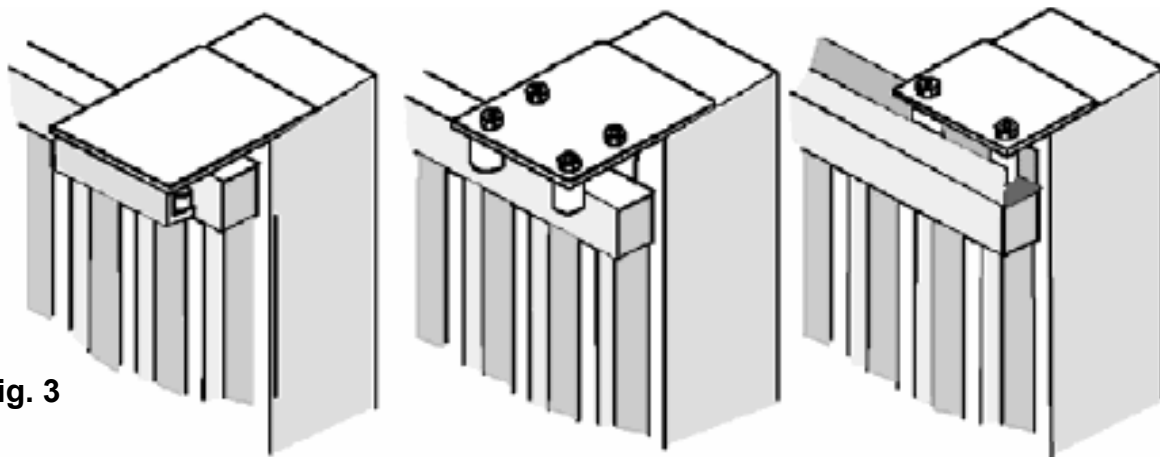

Fig. 3
- Verificare la guida di scorrimento superiore (**V. Fig. 3**) che sia ben salda e il cancello vi scorra liberamente.